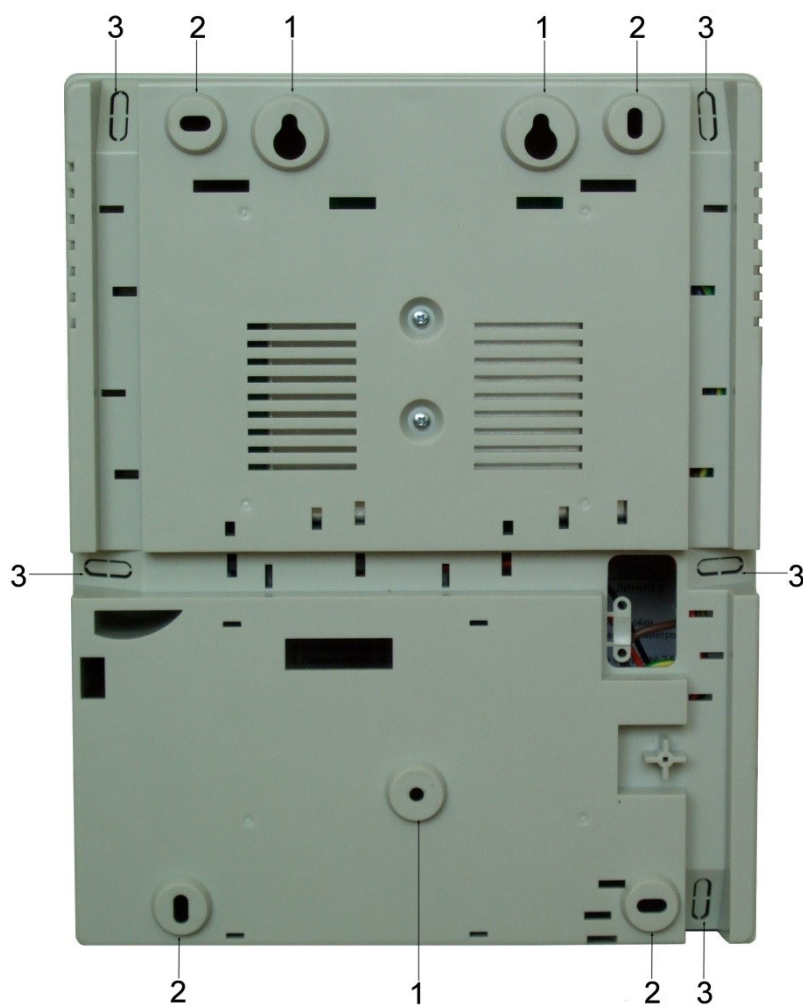

Рисунок 4. Монтажные отверстия
При этом используются отверстия (1) (см. рисунок 4). Корпус монтируется на саморезы или на шурупы и дюбели, установленные на одной горизонтали на расстоянии 80 мм. После этого корпус закрепляется в нижнее отверстие, которое находится за аккумулятором резервного питания.